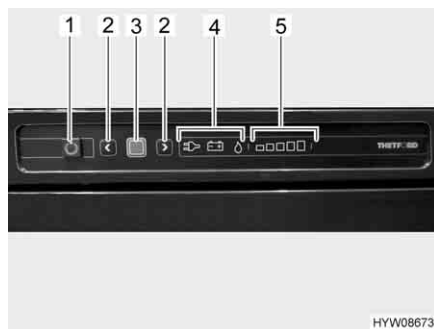

Fig. 69 Elementi di comando del frigorifero
La modalità di funzionamento attuale è indicata da un simbolo luminoso (Fig. 69,4) sulla centralina di controllo.
Dopo l'accensione il frigorifero seleziona automaticamente la regolazione del termostato selezionata per ultimo. Questa impostazione può essere modificata manualmente con i tasti freccia (Fig. 69,2). Le barre luminose dell'indicatore del livello di refrigerazione (Fig. 69,5) visualizzano la temperatura selezionata sul termostato. Con i tasti freccia viene regolata la temperatura di refrigerazione per tutti i tre tipi di energia. Ci vogliono alcune ore prima che il frigorifero raggiunga la temperatura normale di esercizio. Cambiando la modalità di funzionamento la regolazione del termostato non viene modificata. La temperatura di refrigerazione è indipendente dal tipo di energia utilizzata.
- Premere il tasto On/Off (Fig. 69,1) per 1 secondo. Il tasto (Fig. 69,1) si illumina di verde. Dopo circa 10 secondi, l'indicatore viene attenuato per risparmiare energia.
- Premere il tasto di conferma (Fig. 69,3). L'impostazione attuale della modalità di funzionamento viene visualizzata.
- Se non è impostata la modalità di funzionamento a gas: Per modificare l'impostazione, premere il tasto di conferma (Fig. 69,3) per circa 2 secondi.
- Selezionare la modalità di funzionamento a gas con i tasti freccia (Fig. 69,2). L'alimentazione del gas è ora aperta. L'accensione avviene automaticamente. È udibile un ticchettio fino a quando procedura di accensione non è stata portata a termine.
- Premere il tasto di conferma (Fig. 69,3) per 2 secondi.
- Premere nuovamente il tasto di conferma (Fig. 69,3). Il livello di refrigerazione attuale viene indicato dalle barre luminose (Fig. 69,5).
- Per modificare l'impostazione, premere i tasti freccia (Fig. 69,2) fino a visualizzare l'impostazione desiderata.
- Premere il tasto On/Off (Fig. 69,1) per circa 2 secondi. Tutte le spie si spengono. Il frigorifero è spento.
- Se non è impostata la modalità di funzionamento 230 V: Per modificare l'impostazione, premere il tasto di conferma (Fig. 69,3) per circa 2 secondi.
- Selezionare la modalità di funzionamento 230 V con i tasti freccia (Fig. 69,2).
- Se non è impostata la modalità di funzionamento 12 V: Per modificare l'impostazione, premere il tasto di conferma (Fig. 69,3) per circa 2 secondi.
- Selezionare la modalità di funzionamento 12 V con i tasti freccia (Fig. 69,2).